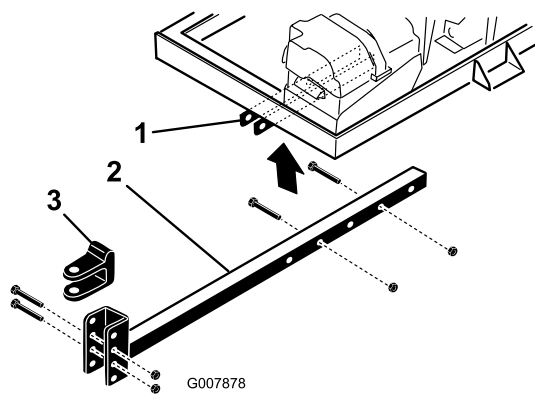

Рисунок 4
2. Вставьте трубу сцепного устройства в кронштейны рамы (Рисунок 4). Прикрепите трубу к раме с помощью двух болтов (3/8 x 3 дюйма) и фланцевых гаек (3/8 дюйма), затяните их с моментом 40 Н·м.
- Отверните болты и контргайки крепления вилки сцепного устройства (Рисунок 4) к его трубе.
- Отверните болты и контргайки крепления трубы сцепного устройства к кронштейнам рамы (Рисунок 4).